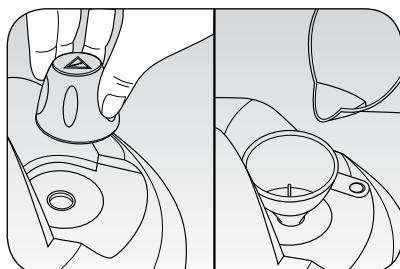

Fig. 1
Odkręcić korek bezpieczeństwa (L), i używając leja (2) w wyposażeniu, wlać ok. 2 miarki (1) wody do podgrzewacza (M) (Rys. 1).